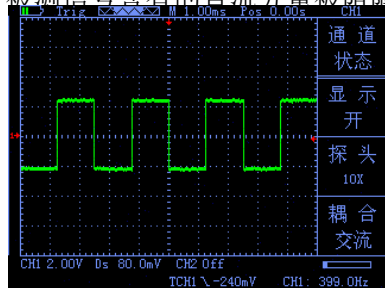

图 2-6
- 按“CH1” → “耦合交流”，设置为交流耦合方式。被测信号含有的直流分量被阻隔。如图 2-6